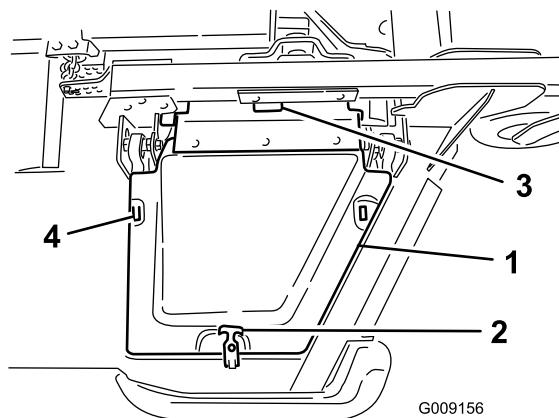

Bild 6
- 8. Montieren Sie die Flügelmähwerkabdeckung und befestigen sie mit dem abgenommenen Gummiverschluss (Bild 6).